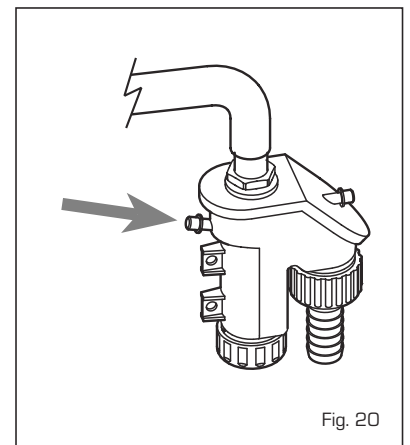

Fig. 20
4.5 MANTENIMIENTO (fig. 20)
to se debe comprobar que el gotero sifón esté lleno de agua (verificación necesaria especialmente cuando hace mucho tiempo que no se utiliza el generador). El eventual llenado se efectúa con la boca correspondiente (fig. 20).